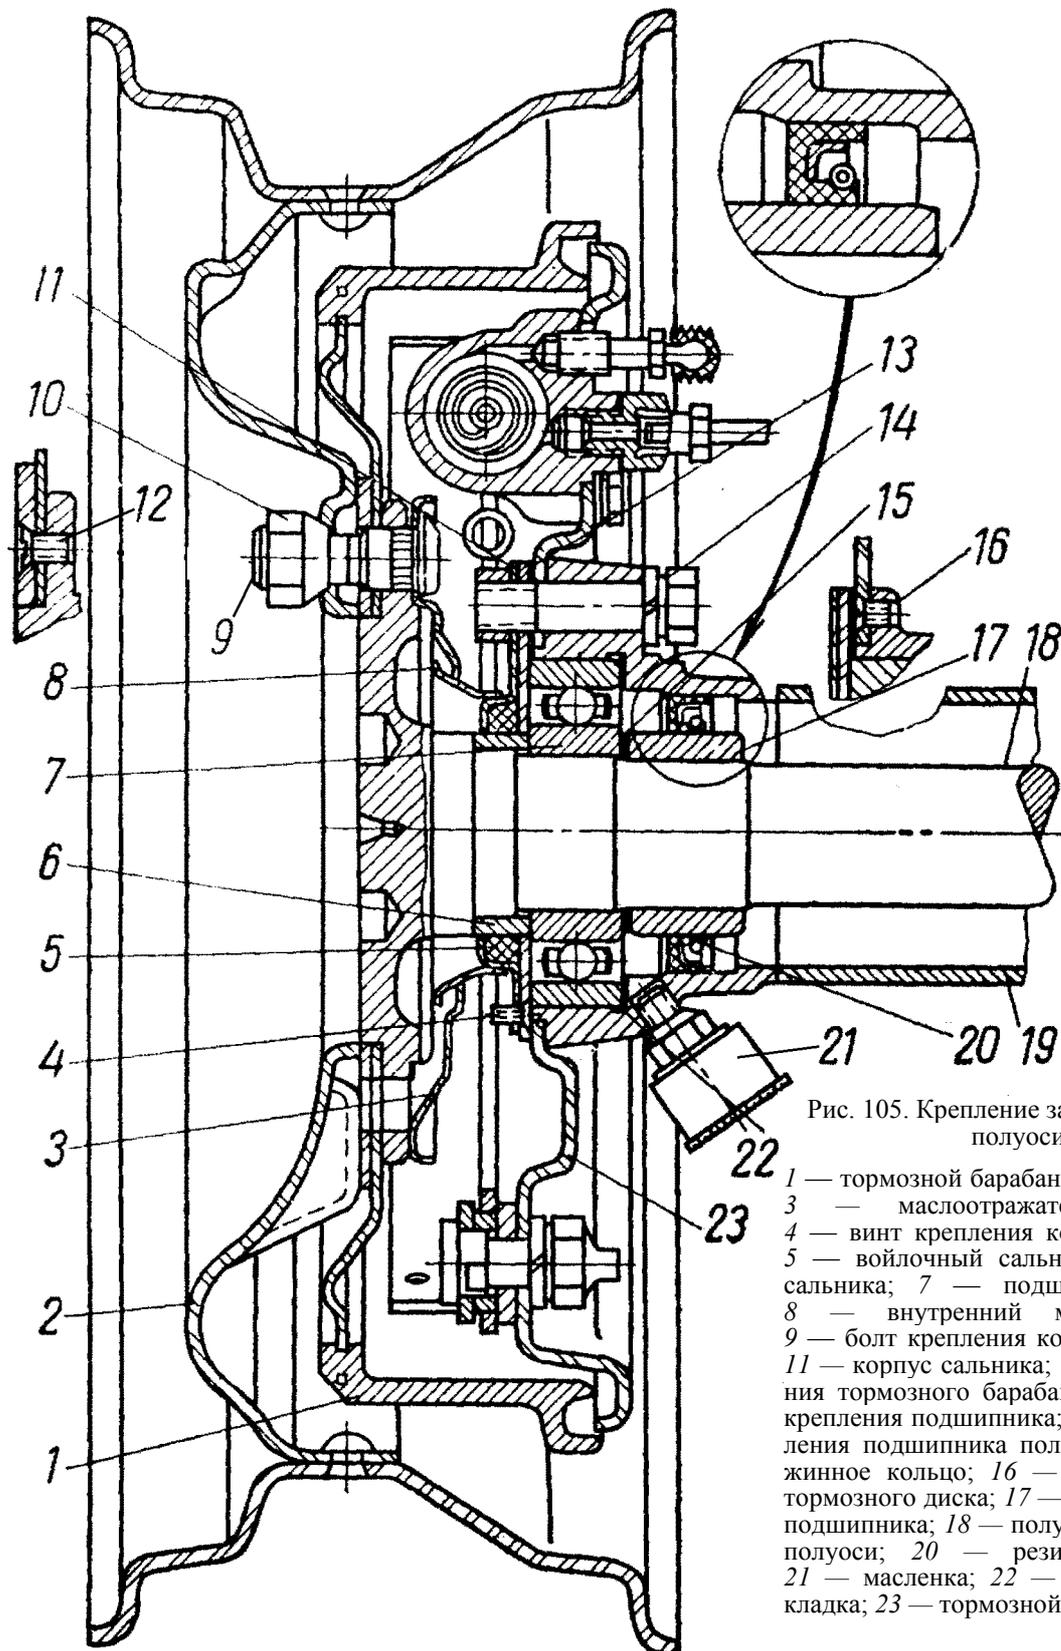
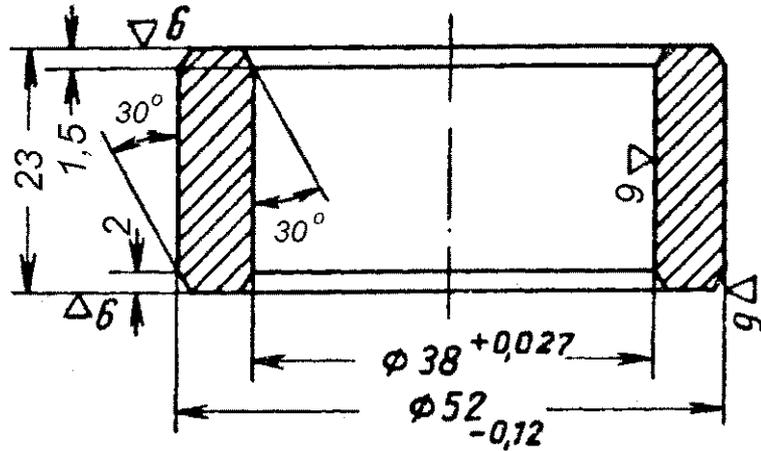

Рис. 105. Крепление заднего колеса и полуоси:
Рис. 111. Запорное кольцо подшипника полуоси
Полуоси 18 (рис. 105) удерживаются в кожухах моста пластинами 13, прижимающими шариковые подшипники. Пластины крепятся болтами 14. Эти же болты крепят и щит
**Для замены войлочного сальника полуоси** не следует снимать подшипник. Для этого достаточно отвернуть два винта 4 (см. рис. 105), отодвинув корпус сальника к фланцу полуоси, и через образовавшуюся щель вынуть разрезной войлочный сальник 5, а затем отверткой заправить в щель новый. Новый сальник перед заправкой пропитать в горячем масле,
разобрать полуоси. Подшипник спрессовать вместе с запорным кольцом 17 (см. рис. 105) при помощи съемника (рис. 110). В крайнем случае, положить полуось запорным кольцом на жесткую опору и ударами кувалды по кольцу ослабить посадку на полуоси. Можно также сточить лыску на кольце наждачным кругом. После спрессовки подшипник и кольцо использовать нельзя, а кольцо следует изготовить вновь (рис. 111), Втулку 6 (см. рис. 105), по которой работает войлочный сальник, спрессовывать, как правило, не следует
Если на шейках полуоси есть задиры, их следует зачистить или шлифовать шейку в центрах. Новое запорное кольцо подшипника должно иметь отверстие на  $0,03$  —  $0,06$  мм меньше, чем у шейки полуоси. Изношенные шейки можно восстановить твердым хромированием или металлизацией. Диаметр шейки под подшипник равен  $40_{+0,003}^{+0,020}$  мм, шейки под новое запорное кольцо —  $38_{+0,050}^{+0,077}$  мм; размеры нового кольца показаны на рис. 111. Твердость его поверхностей должна быть после закалки не менее  $HRC 45$ . Чистота поверхности  $\nabla 7$ .